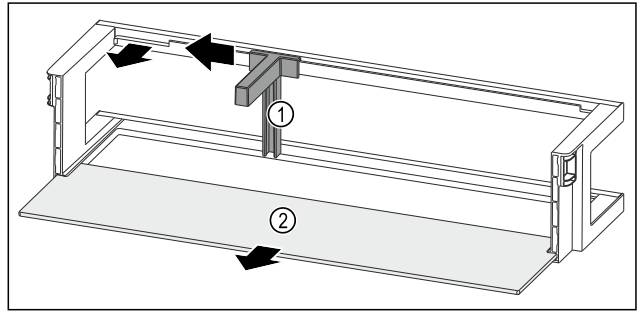

Fig. 86 Şişe yerli ve raf alanlı kapı rafı
- Şişe yerlerini Fig. 86 (1) çıkıntıya kadar yana itin.
- Şişe yerlerini Fig. 86 (1) çıkarın.
- Raf alanını Fig. 86 (2) çıkarın.